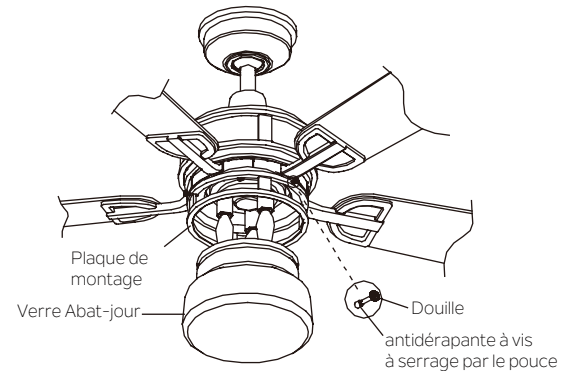

Fig. 24
Étape 2. Placer la douille antidérapante à l'extrémité de la vis à ailettes avec tête moletée. Soulever l'abat-jour en verre en le plaçant contre la plaque de montage et serrer fermement à la main uniquement avec les 3 vis à ailettes pour éviter d'endommager le verre. Ne pas trop serrer les vis (Fig.24).